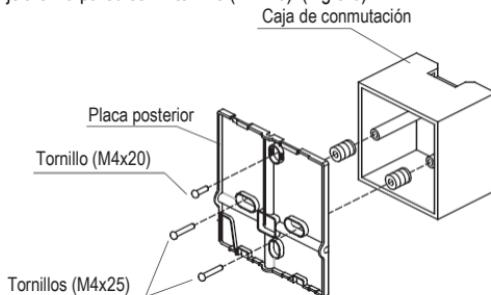

Fig 3-6
- Para el montaje empotrado, fije la placa posterior trasera de la caja de conmutación con 2 tornillos (M4x25) y fíjela en la pared con 1 tornillo (M4x20). (Fig.3-6)